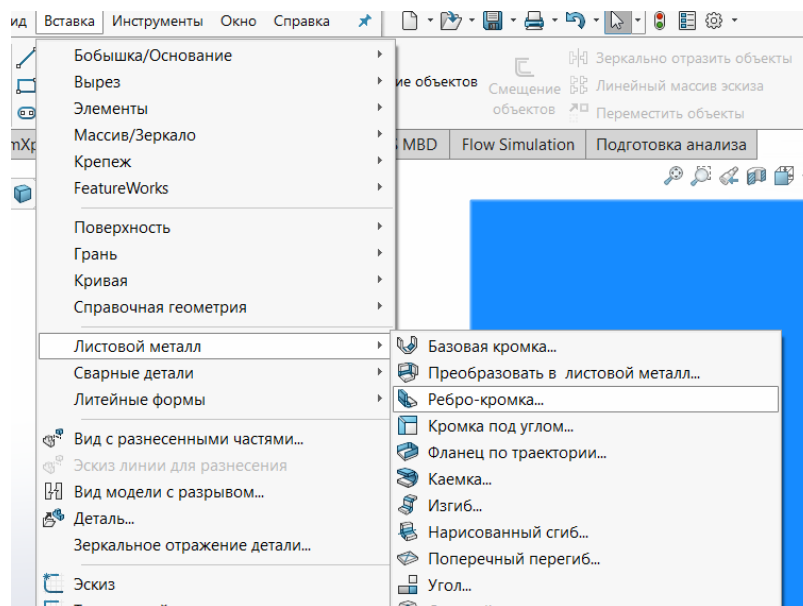

Рисунок 5 – выбор ребра-кромки
7. Нажать **Вставка – Листовой металл – Ребро-кромка** (рис. 5).